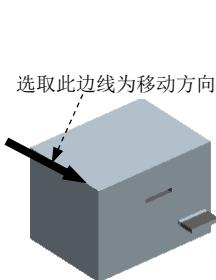

图 13.17 移动后的状态
- Step2. 开模步骤 1：移动滑块。输入要移动的距离值 30，结果如图 13.17 所示。